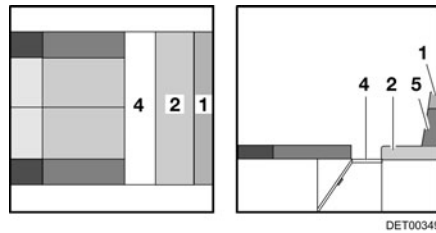
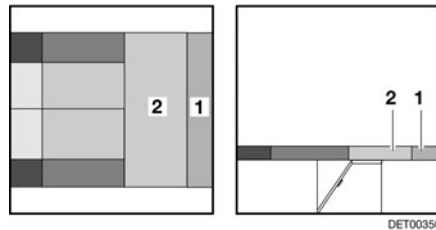

Fig. 109 Durante la transformación
Fig. 110 Después de la transformación
- Extraer el somier (Fig. 109,4).
- Tirar del cojín del asiento (Fig. 110,2) hacia el grupo de asientos central.
- Separar el cojín adicional (Fig. 110,1) del cojín del respaldo (Fig. 109,5). El cojín adicional está fijado al cojín del respaldo con cinta velcro y puede separarse fácilmente.